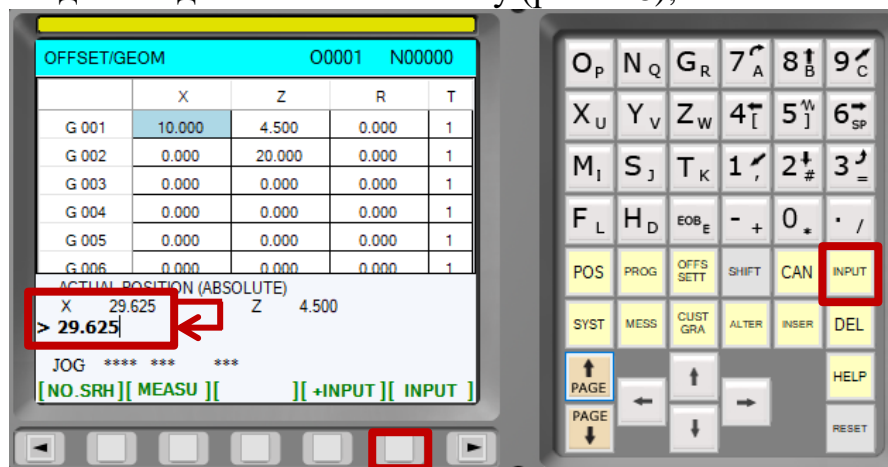

Рис.118. Поле «X» и кнопки «INPUT»
11. Ввести текущее значение **абсолютных** координат по X и нажать «INPUT» для ввода значения в ячейку (рис.118);